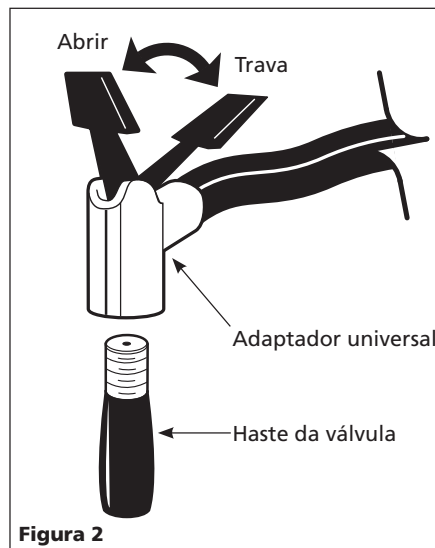

Figura 2
2. Conecte o adaptador universal (veja a Figura 2) do inflador à haste da válvula com a alavanca na posição para cima. Pressione o adaptador universal completamente para baixo sobre a rosca da haste da válvula. Quando o adaptador universal estiver firme no lugar, empurre para baixo a alavanca de travamento sobre a haste da válvula.